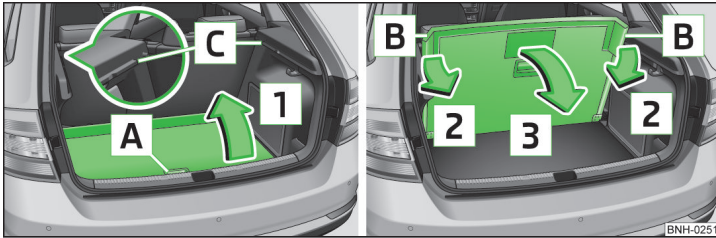

Abb. 88 Parkstellung einstellen / Von der Parkstellung aus herunterklappen
- Den variablen Ladeboden am Griff **A** » Abb. 88 fassen.
- Auf die klappbaren Ecken **B** » Abb. 88 auf den beiden Seiten des variablen Ladebodens in Pfeilrichtung **2** drücken und diese von den Positionen **C** abnehmen.